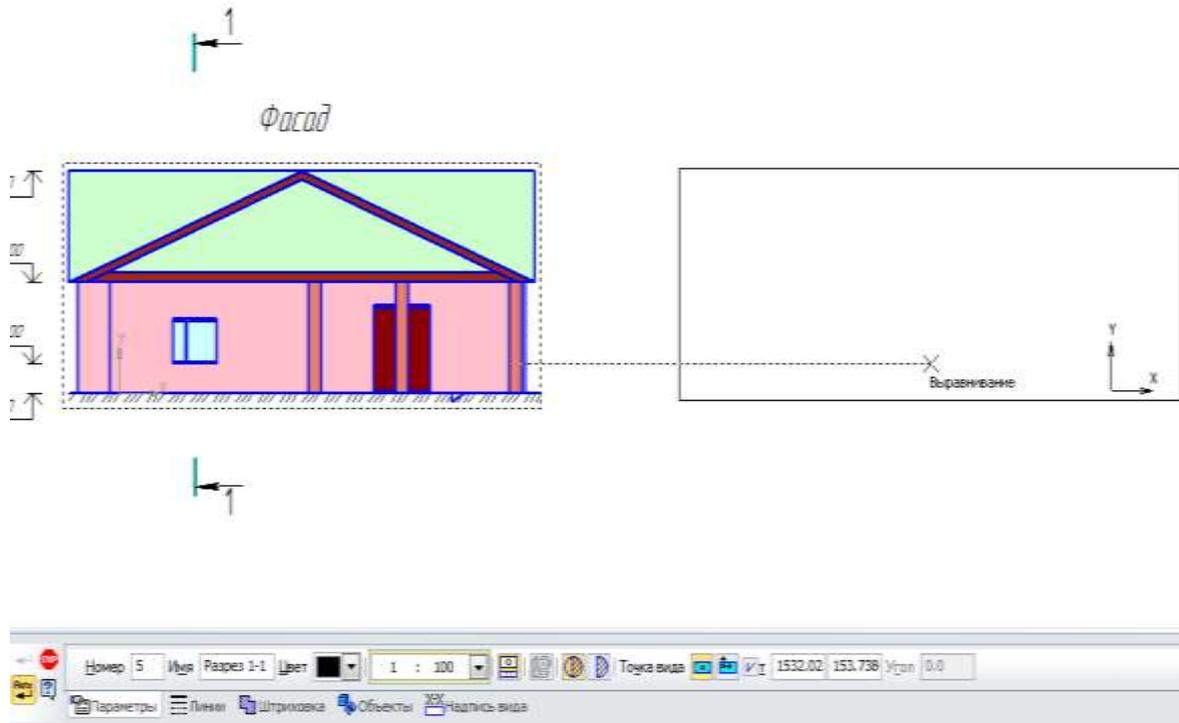

Рисунок 3.1.8. Создание линии разреза
- Укажите на виде с фасадом обозначение разреза (Рис. 3.1.8.). Для этого: